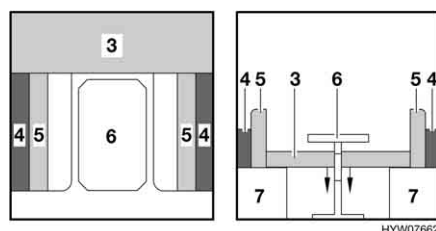

Fig. 67 Durante la trasformazione
- Inclinare il tavolo verso il basso fino all'altezza del cassone letto (Fig. 67,7). Chiudendolo si deve sentire un leggero clic.